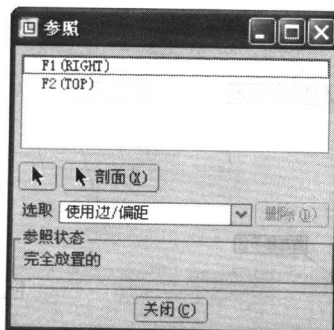

图 1-7 尺寸标注参照对话框
6. 单击  按钮，系统弹出如图 1-7 所示尺寸标注参照对话框，要求选择尺寸标注参照（即我们常说的尺寸标注基准）。